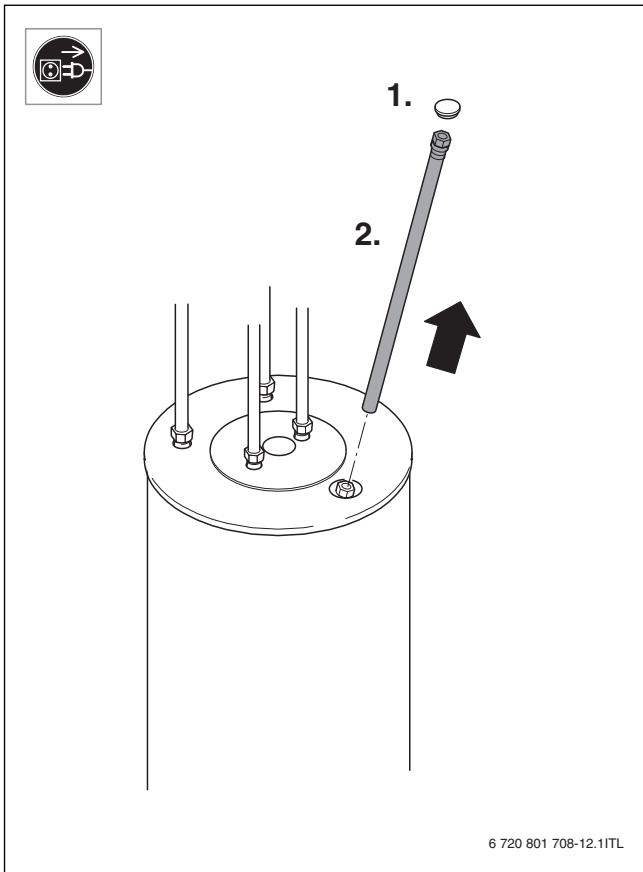
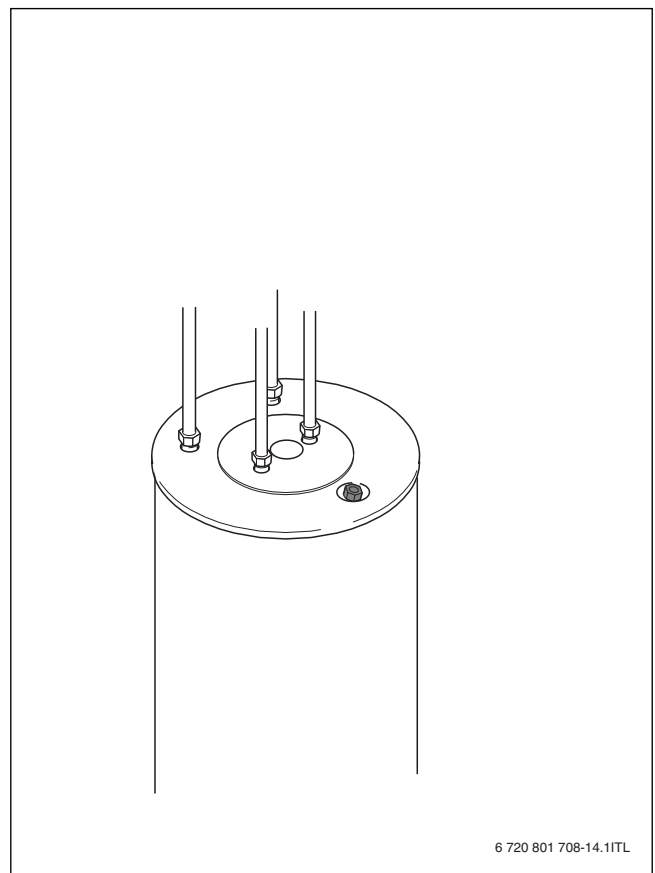

Fig. 18
Fig. 21
- ▶ D  monter et contr  ler l'anode au magn  sium (→ fig. 18    fig. 21, page 70).